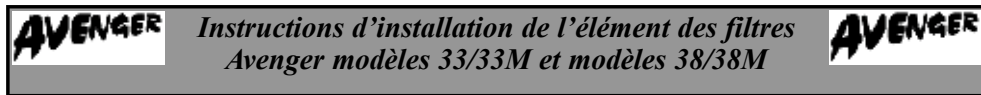

Figure 1 - Vue de l'intérieur du filtre Avenger 33M
- ▶ Retirez le joint torique (Figure 1).